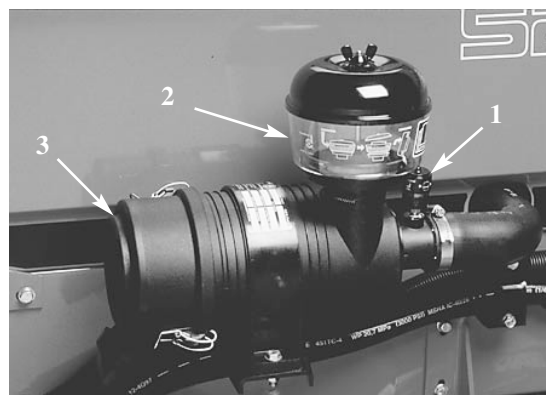

Figure 32
2. Nettoyer les éléments du filtre lorsque l'indicateur (Fig. 32) est rouge ou toutes les 400 heures (ou plus souvent en milieu poussiéreux ou sale). Ne pas trop nettoyer le filtre à air.
Entretien de la cuve du préfiltre (Fig. 32)